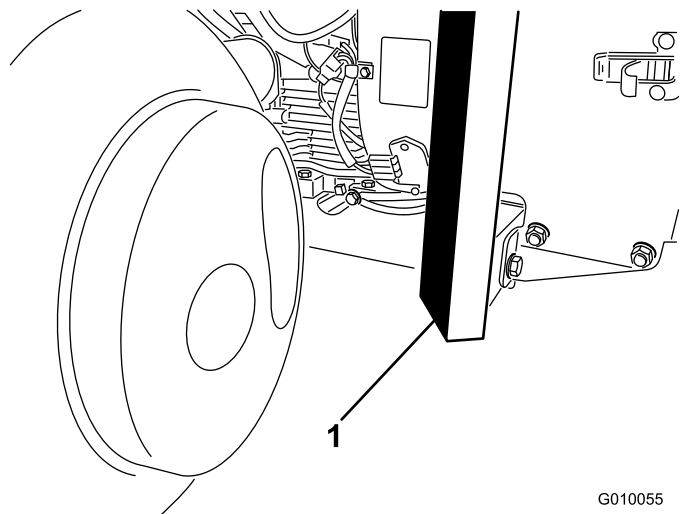

図 37
3. 機体前部のフレームの下にジャッキを確実に置く 図 37。